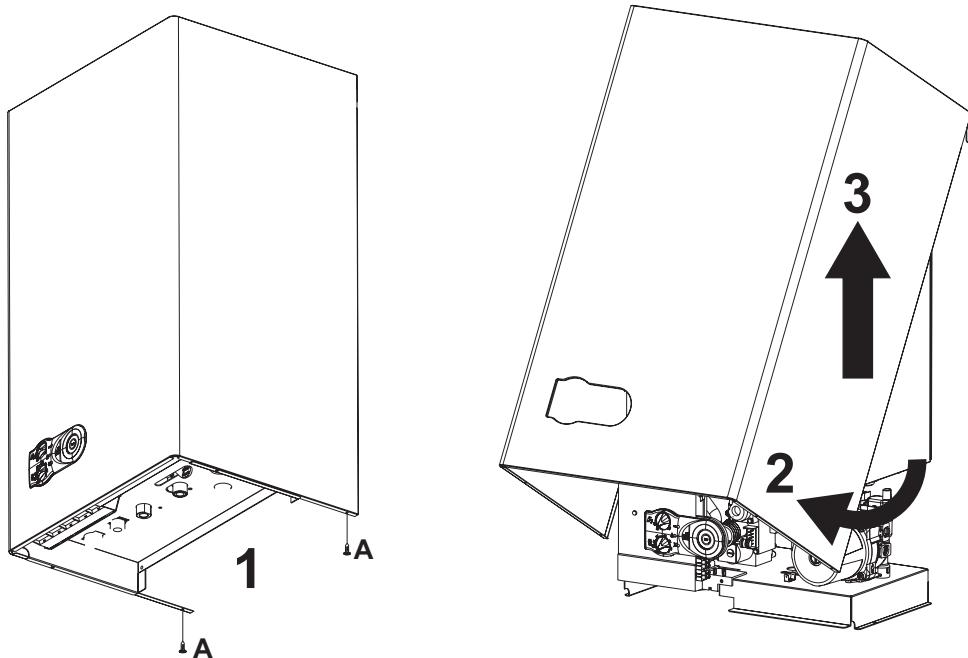

рис. 17 - Снятие кожуха
1. Отвинтите винты "A" (см. рис. 17).
2. Поверните кожух (см. рис. 17).